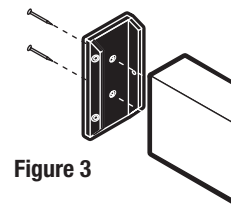

Figure 3
6 Fixez une cornière à bout ouvert à chacune des extrémités de la traverse supérieure, au moyen de deux (2) vis engagées dans les trous préforés de la cornière (fig. 3).